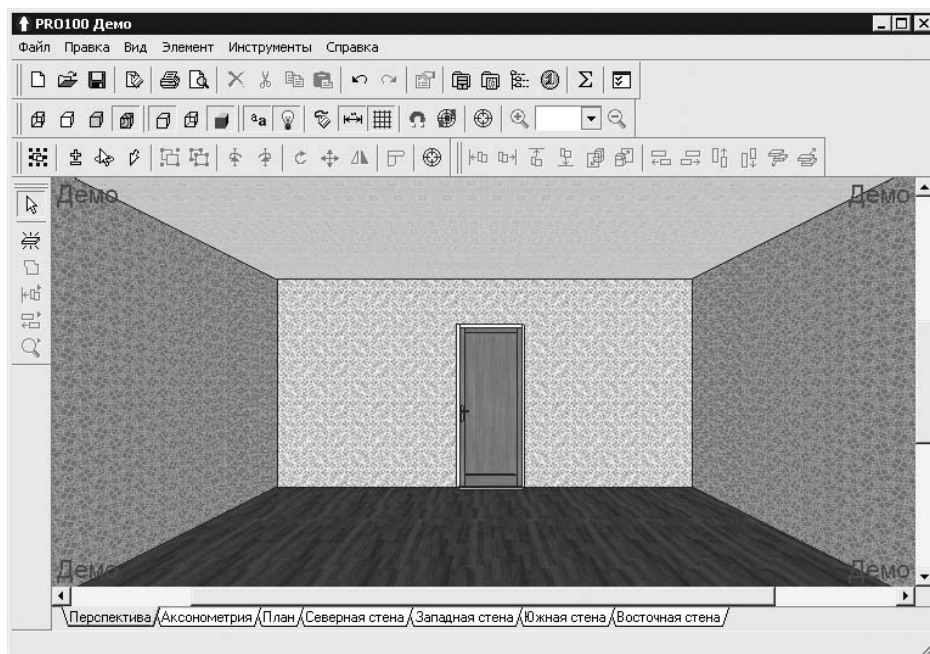

Рис. 9.20
9. Щелкнем кнопкой мыши на понравившейся двери, выделим ее и перетащим в рабочую область окна программы, поместив в нужном месте на стене (рис. 9.20).